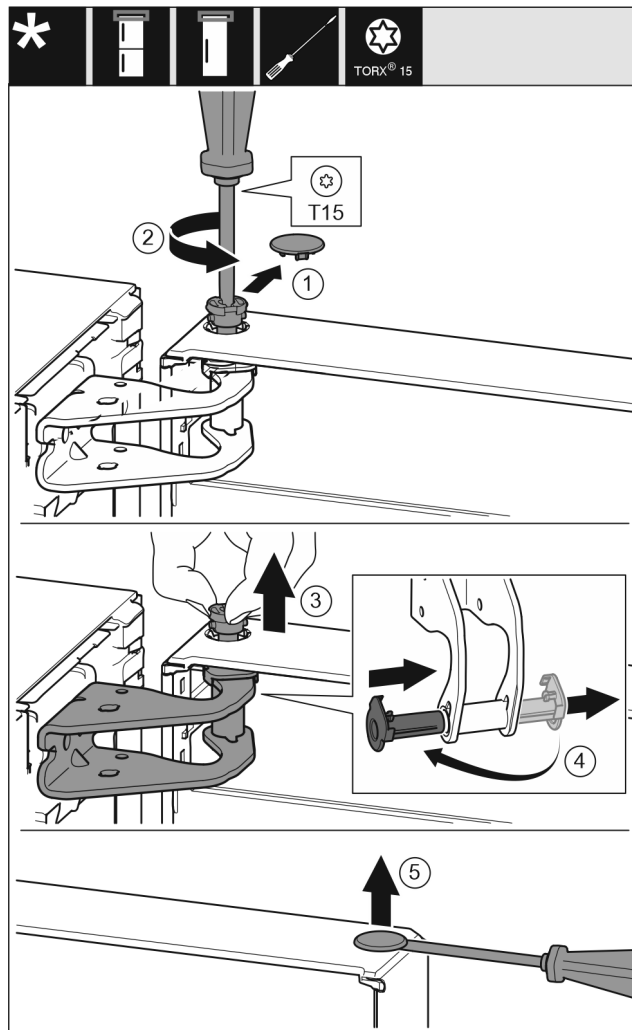

Fig. 6
- ▶ Осторожно снимите предохранительную крышку. Fig. 6 (1)
- ▶ Немного выкрутите палец отверткой T15. Fig. 6 (2)
- ▶ Удерживая дверь, извлеките палец вручную. Fig. 6 (3)
- ▶ Опорную втулку вытяните из направляющей. Установите и зафиксируйте с другой стороны. Fig. 6 (4)
- ▶ Осторожно приподнимите и извлеките при помощи шлицевой отвертки заглушку из опорной втулки двери. Fig. 6 (5)